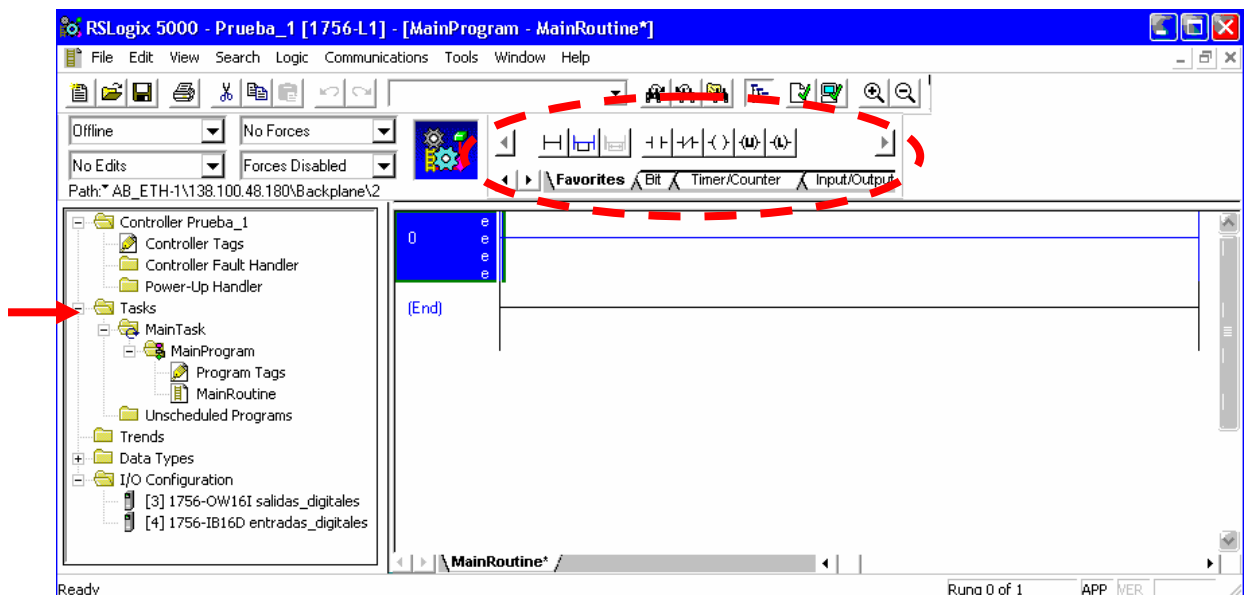
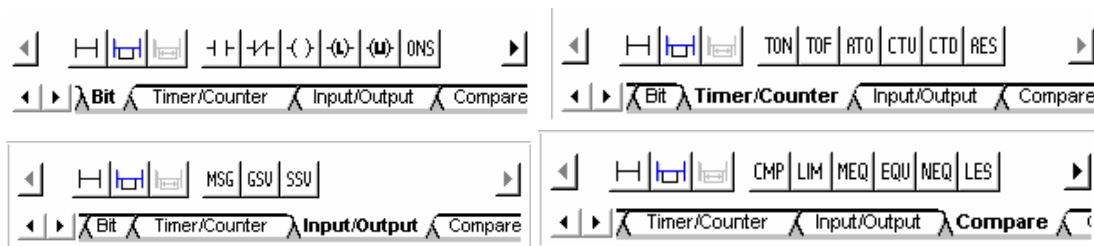

Figura 3.8 Ventana de programación
Figura 3.9 Barras de herramientas más utilizadas
a) Haga doble clic en **MainRoutine** en el organizador del controlador. Aparecerá la ventana de la figura 3.8, donde la zona más importante es en la que aparece el renglón de edición. Nótese que es la primera vez que están activos los iconos de programación en Ladder.
a) Haga clic en **Ver** en el Menú principal y luego en **Barras de herramientas**. Verifique que estén seleccionadas las primeras 4 barras de herramientas, luego haga clic en **Cerrar**. La parte superior de la figura 3.8 ha pasado a tener el aspecto de la figura 3.9.
Por ser la primera vez que se trabaja con estructuras complejas, en las siguientes líneas se va a mostrar el procedimiento y la forma de utilizar módulos confeccionados ya por el fabricante, a través de un ejemplo. En este caso vamos a tratar un contador, para trasladar la estructura a la ventana de programación, elegir de la barra de herramientas de la figura 3.9, la pestaña *Timer/Counter* y elegir la opción *CTU*, que no es más que una estructura de un contador